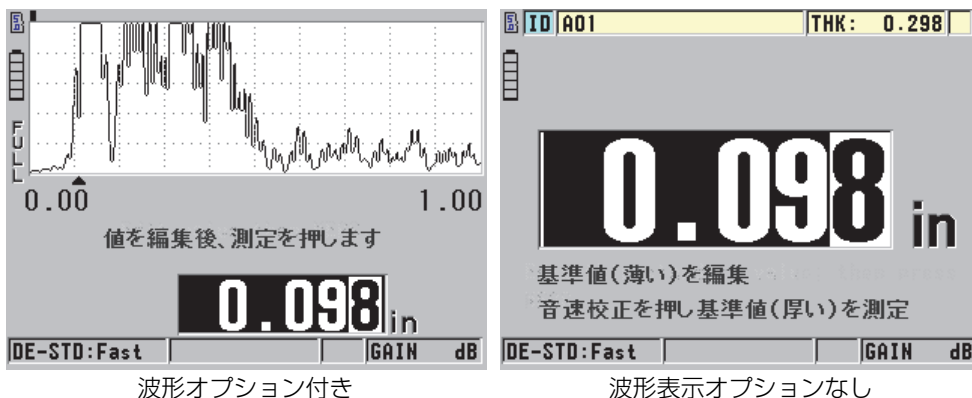

図 5-7 ステップ階段状試験片（薄い部分）による音速校正の実行
2. 波形表示オプション付き装置またはオプションなしの装置でゼロ校正を実行するには、次の操作を行います（69 ページの図 5-7 を参照）。